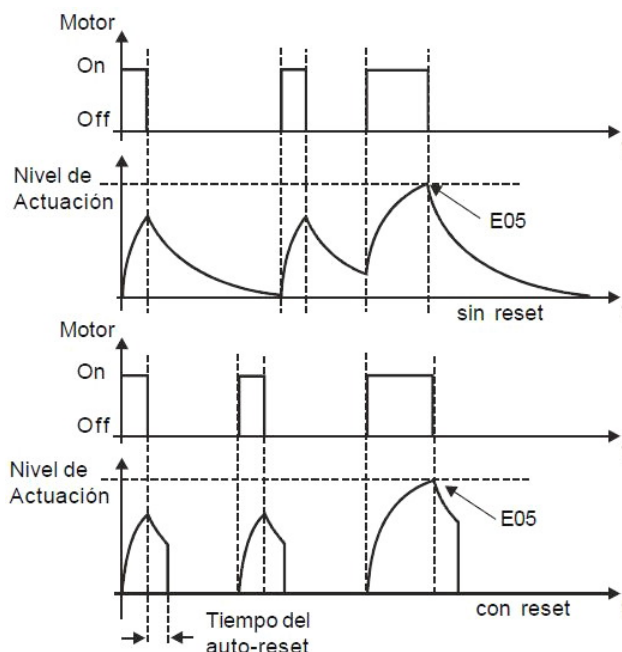

Figura 15.11: Reset de la Imagen Térmica del Motor.
■ P0847 define un tiempo para reset de la imagen térmica del motor. Puede ser utilizado para poner a cero la imagen térmica después de un tiempo que el motor se encuentra desaccionado, conforme presentado en la Figura 15.11.